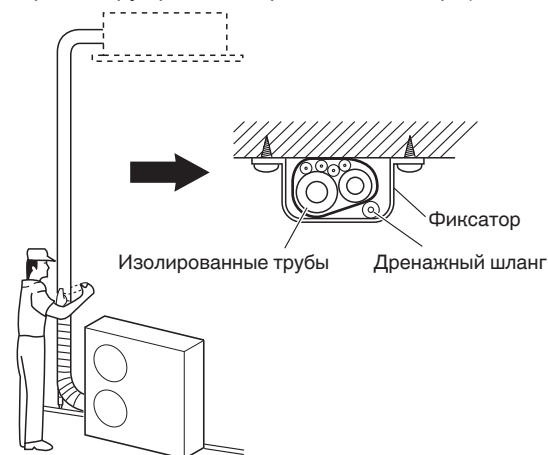

Рис. 5-9
- (1) На данном этапе трубы хладагента (и электрическую проводку, если это разрешено местными правилами) следует обмотать вместе бронелентой в 1 связку. Чтобы предотвратить перелив конденсата через края дренажного поддона, проложите дренажный шланг отдельно от трубопровода хладагента.
- (2) Намотайте бронеленту от нижней части внешнего блока до верхней части трубопровода, где он входит в стену. Во время обматывания трубопровода переключайте половину каждого предыдущего витка ленты.
- (3) Прикрепите связку трубопровода к стене, используя по 1 фиксатору приблиз. через каждый метр. (Рис. 5-9)